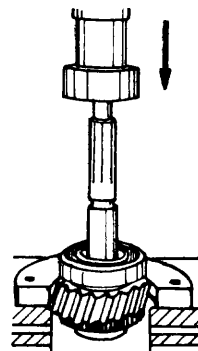

Fig. 8
- ___ b Presione el rodamiento fuera del eje usando un extractor (fig. 8) y retire el deflector de aceite.